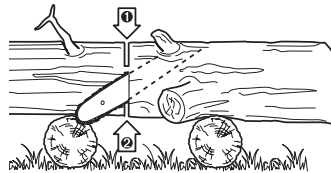

Fig. 32
- > Si le tronc est surélevé des deux côtés (Fig. 32), coupez environ 1/3 de son diamètre par le dessus, puis coupez les 2/3 restants par en dessous, de manière à rejoindre la première entaille.